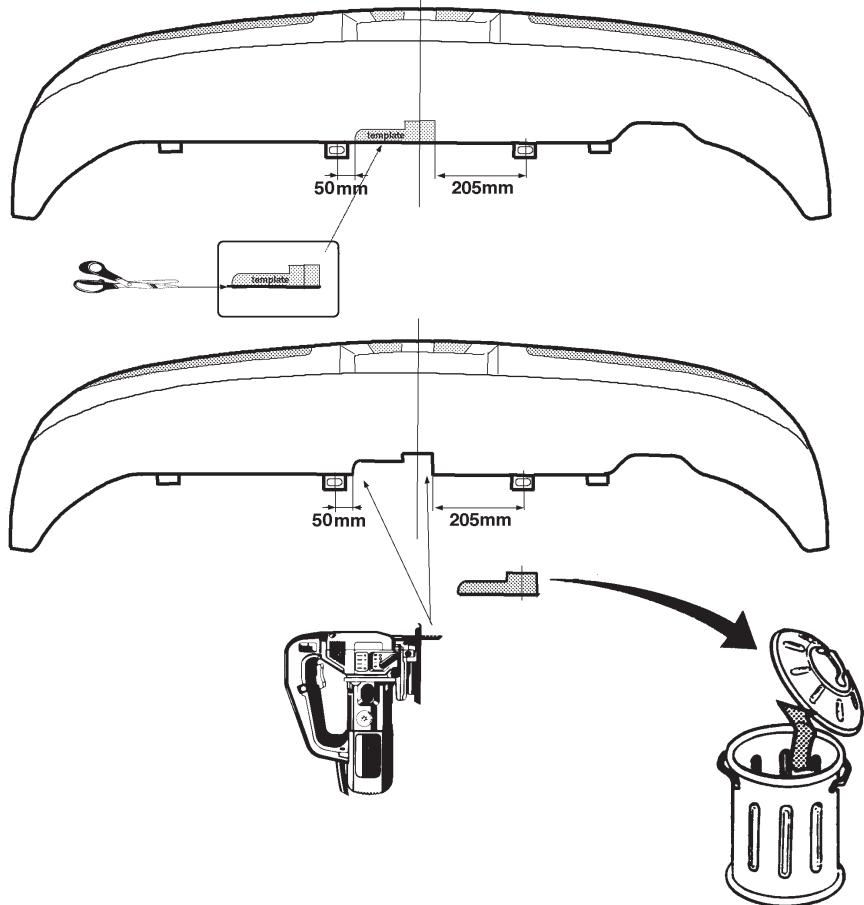

Fig. 1
2. Situar la plantilla de acuerdo con la fig. 1 en el centro de la parte exterior del parachoques. Serrar y sacar la parte indicada.
2. Posizionare la sagoma al centro, contro la parte esterna del paraurti, come indicato in fig. 1. Segare via la parte indicata.
Place on outside bumper (see fig.1)